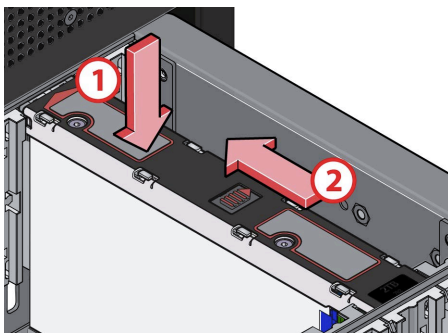

Figure 6. Installation d'un support DDIC
2. Faites glisser le loquet supérieur dans le sens de la flèche jusqu'à enclenchement (voir figure 6).